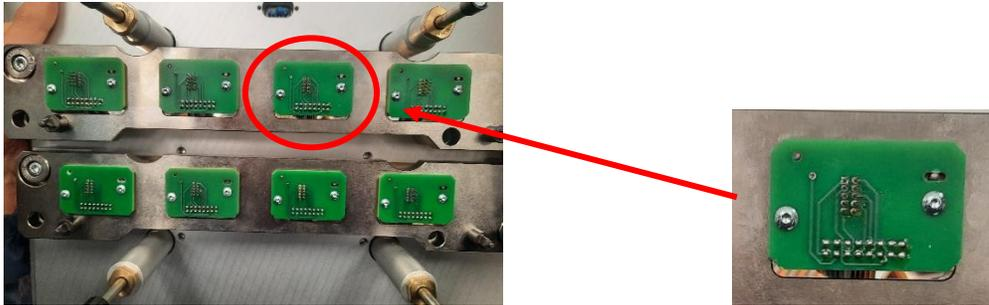

Ilustración 32 Pines correctos y sin daños
- ✓ Se checaron pines de cada posición (ilustración 32 pines correctos y sin daños)